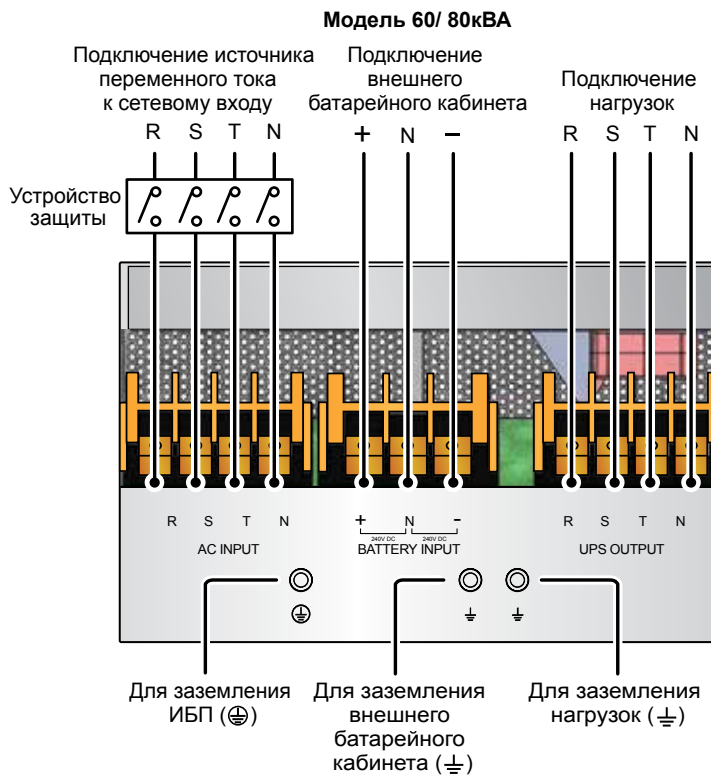

Рис. 5-6. ИБП DPS 60/ 80кВА. Схема установки устройств защиты
- При подключении ИБП к сети переменного тока нужно установить устройства защиты. В аппаратах защиты должны использоваться надежные, соответствующие сертификатам безопасности комплектующие. Устанавливайте устройства защиты в соответствии с *рис. 5-6 / 5-7*.